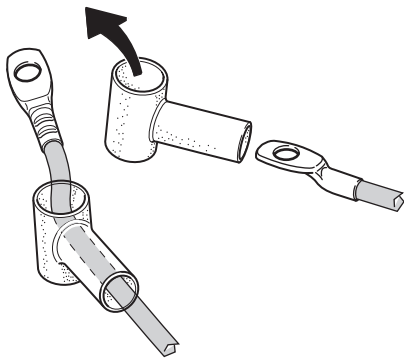

Abb. 49
- Kabelanschlüsse durch Gummischutzkappen führen (Abb. 49).